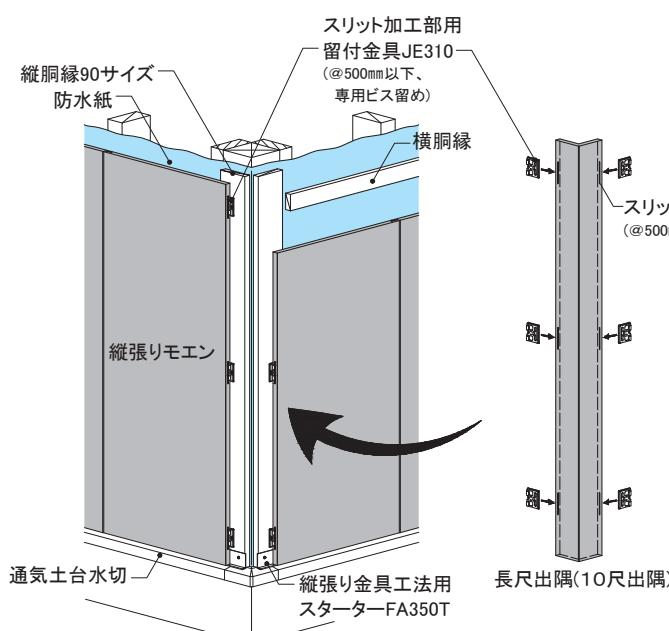

図1 モエン本体縦張り
- 出隅部の木胴縁 ●縦胴縁とし、幅90mm以上を使用します(図1、2)。
- スリット加工 ●スリット加工間隔=金具留付間隔は、500mm以下とします(図1)。
- 長尺出隅取り合いのモエン本体の留め付け(モエン縦張りの場合) ●長尺出隅同様に、スリット加工を施し、スリット加工部用留付金具JE310にて留め付けます(図1)。